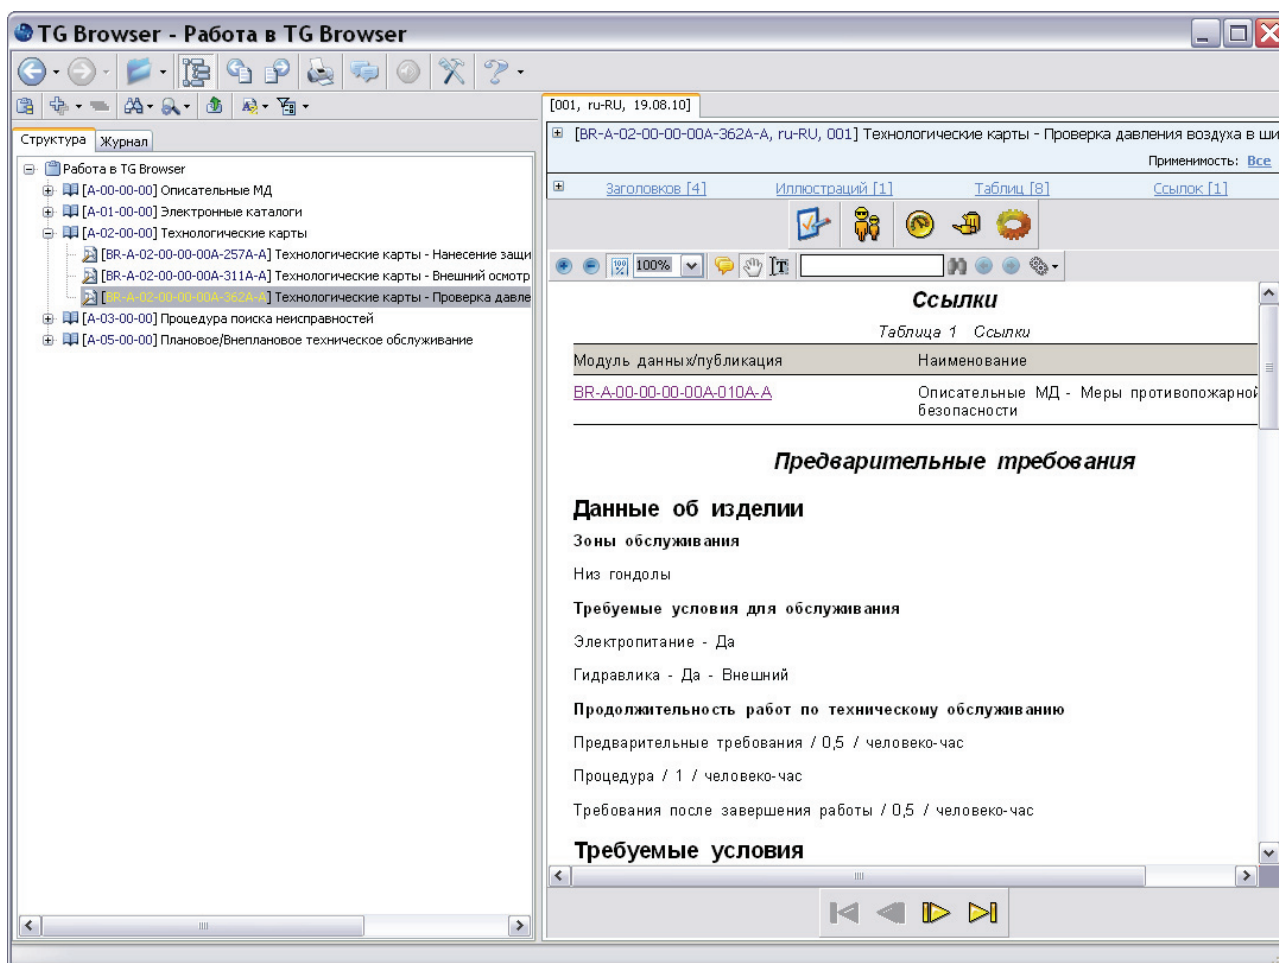

Рис. 3.80
3. Для перехода к просмотру содержимого модуля данных подтвердите прочтение предупреждений нажатием на кнопку **ОК**. После этого в правом окне появится содержимое модуля данных (Рис. 3.80).